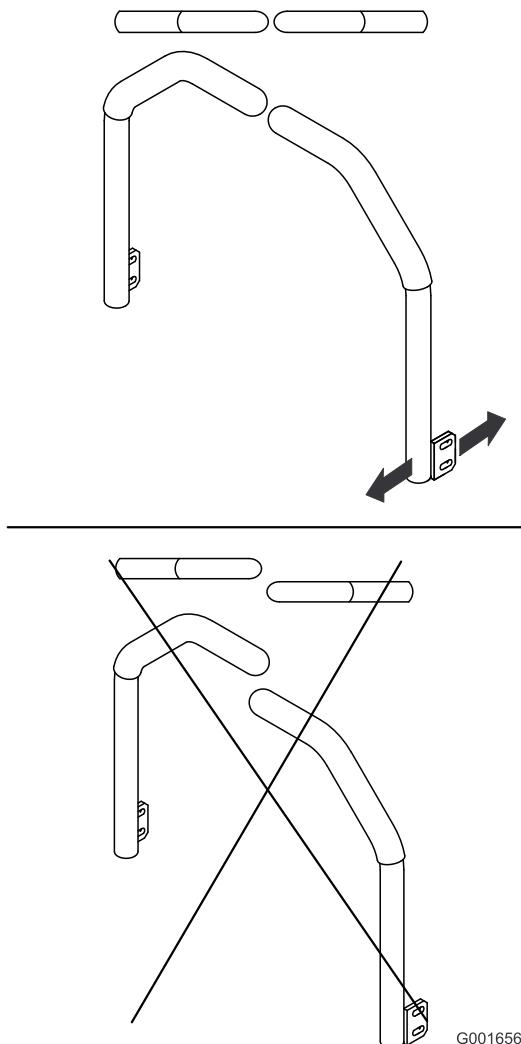

Figure 56
5. Réglez les leviers de commande de sorte à les aligner et serrez les boulons de fixation des leviers aux montants (Figure 56).